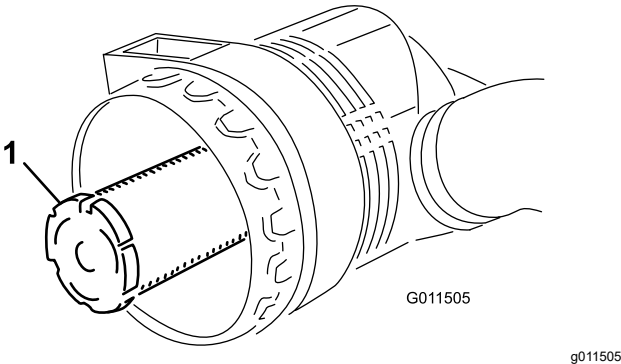

图 55
**重要事项** 禁止尝试清洁安全滤芯 (图 55)。主滤芯每维修 3 次以后应使用新安全滤芯更换旧芯。